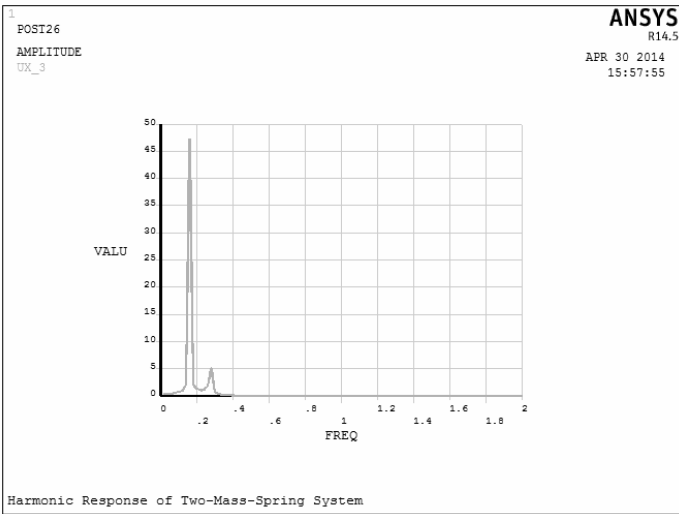

图 7-110 节点 3 的谐振响应曲线
6) 在“Variable List”列表中选择要显示的变量 UX_3，单击按钮，即可在图形区显示变量的变化曲线，X 轴为时间变量 Freq，Y 轴为显示的节点 3 的幅值，如图 7-110 所示。由图可见，节点 3 在简谐激励作用下，在频率 0.16Hz 和 0.28Hz 附近会发生谐振响应共振，这与前面模态分析中的固有频率几乎相同。